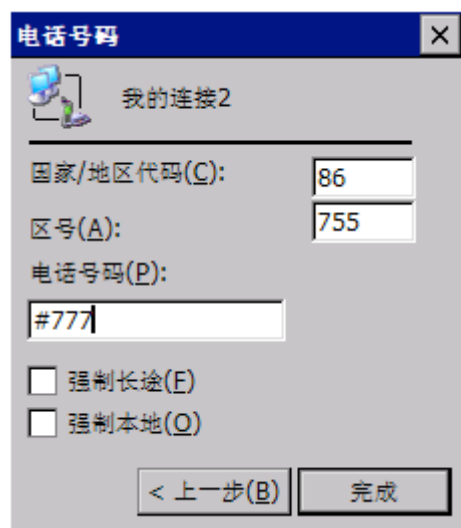

图 5-4-5
4. 进入“电话号码”配置对话框，在“电话号码(P)”栏中填写“#777”，如图 5-4-5 所示。单击“完成按钮”完成配置。这时会在“网络连接”中显示“我的连接 2”图标。双击该图标输入用户名和密码后即可连接到 3G 网络。